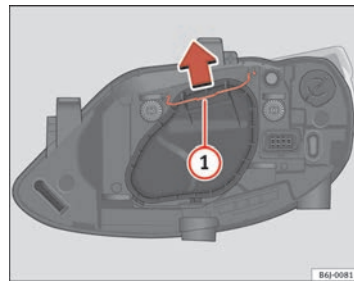

Abb. 140 Abblend- / Fernlicht bei Einfachscheinwerfer
- Die Strebe ⇒ Seite 226, Abb. 140 ① in Pfeilrichtung verschieben und den Deckel abnehmen.